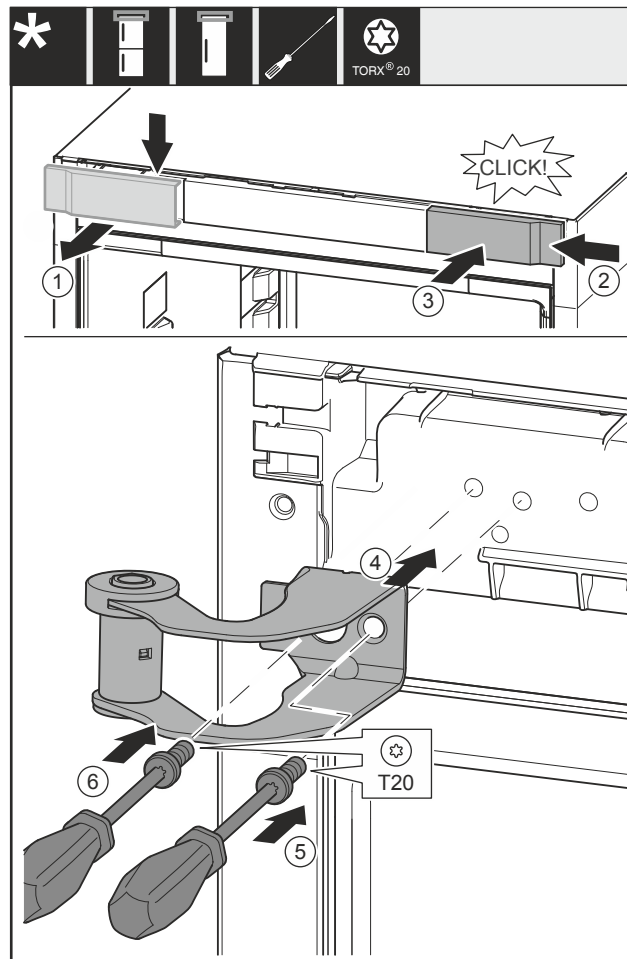

Fig. 11
- Hiqni kapakun mbulues Fig. 11 (1) nga lart duke e tërhequr përpara.
- Futni kapakun mbulues Fig. 11 (2) të rrotulluar me 180°, në anën tjetër nga e djathta.
- Mbërtheni kapakun mbulues Fig. 11 (3).
- Vendosni bazamentin e sipërm mbështetës Fig. 11 (4).
- Vidhosni vidën Fig. 11 (5).
- Vidhosni vidën Fig. 11 (6).